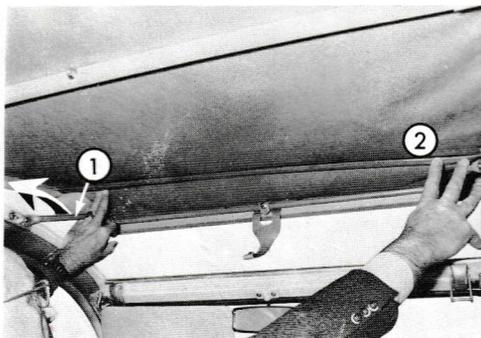

Abb. 24 - Öffnen des Rollverdeckes, vorn
- Vorderteil des Rollverdeckes leicht anheben, um es vollkommen frei zu machen (Abb. 24).
- Klapprahmen (Abb. 24 (1)) durch Andrücken der Traverse (2) schwenken und ihn in Richtung Mittelholm klappen.